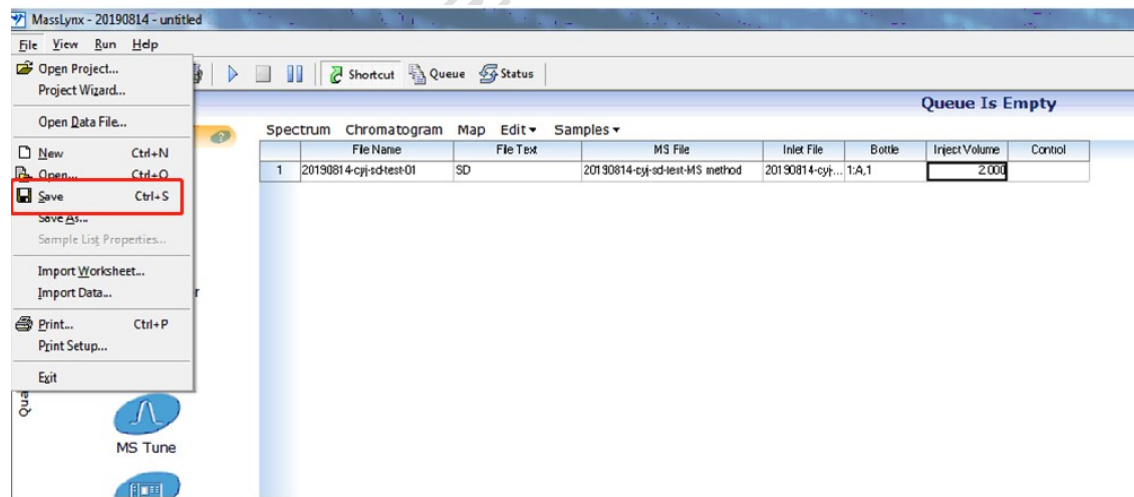

图 6-37
- 保存样品表：如图 6-37，核对方序列中的方法和其他信息无误后，保存序列。File - Save。新建的进样列表，请以用户名全拼小写保存。